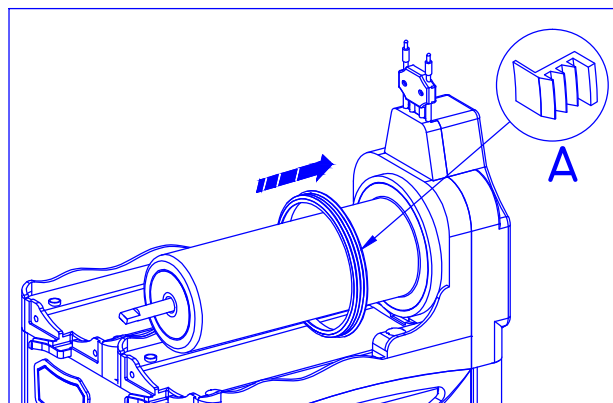

Fig. 18
Posizionare la guarnizione della vasca sul fondo del cilindro evaporatore lubrificandone la parte superiore (A). ( Fig. 18)